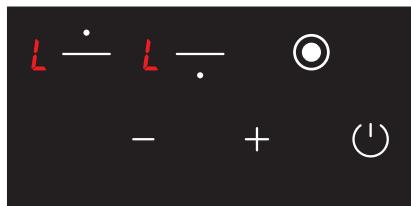

Рис. 16
3. Блокировка от детей будет активирована, и все конфорки отображают значок чтобы указать, что блокировка от детей активна (см. Рис. 16). Если какая-либо из конфорок горячая, значки и будут показаны по очереди.